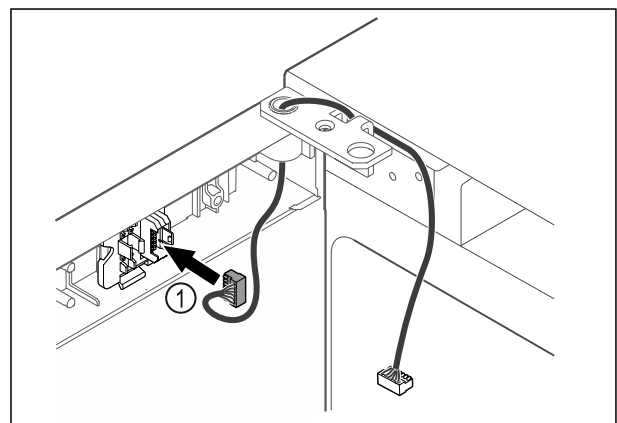

Fig. 47
- ▶ Insérer le connecteur Fig. 47 (1) dans le support.